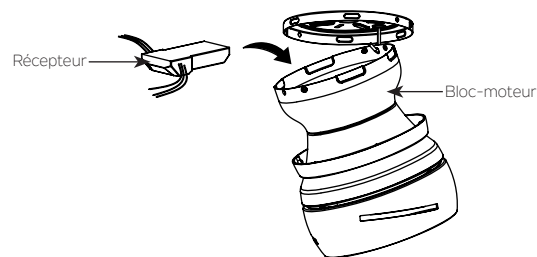

Fig. 9
Étape 1. Insérez le récepteur dans le support de montage, et maintenez-le à plat en opposition au plafond. (Fig. 9)